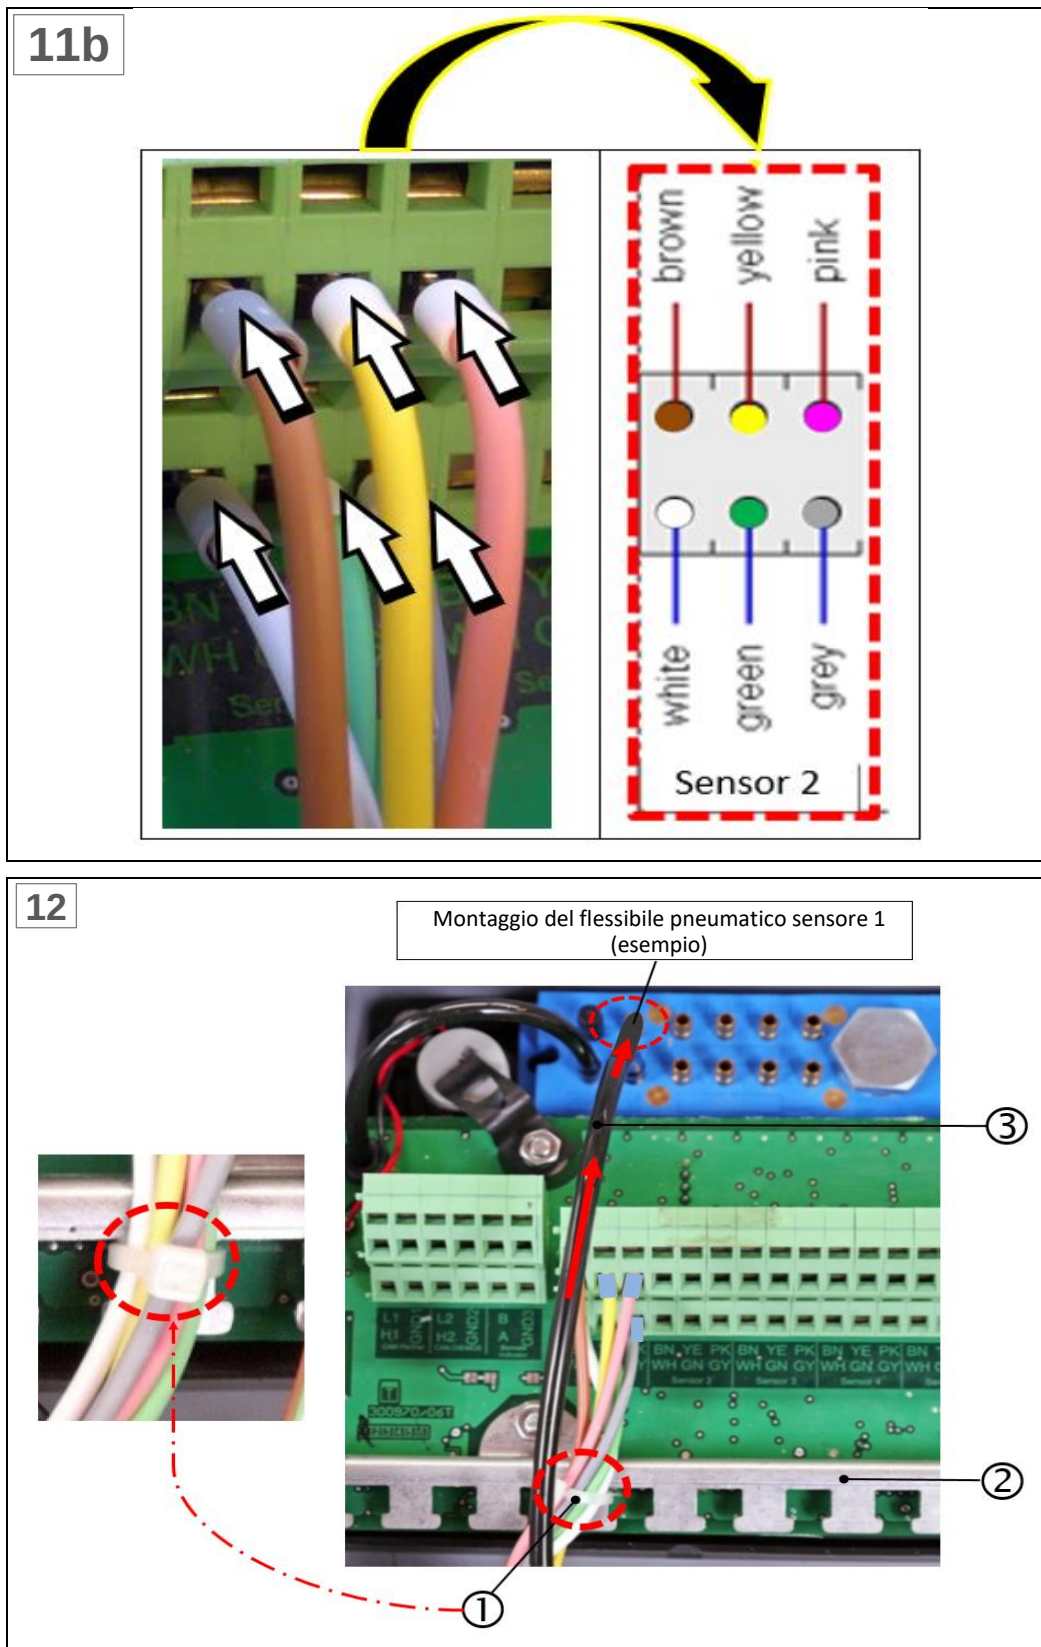

Fig.: 10 : Installazione mediante procedura di crimpatura, cavo ibrido, unità centrale VN301^{plus} (passaggi 11 - 12)
- ▶ Il flessibile pneumatico [③] non deve essere fissare con serracavi sulla lamiera di tenuta del serracavo o simili. (Fig. 10)